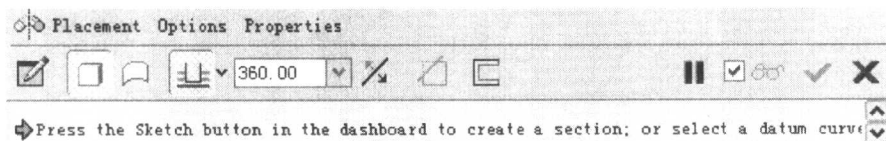

图 1-2
(1) 单击工作区右侧工具栏中的旋转工具图标按钮 ，打开旋转特征面板，如图 1-2 所示。